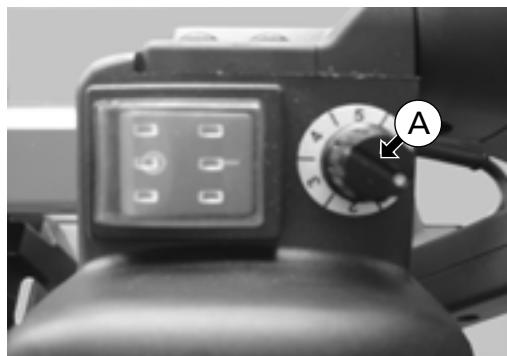

Fig. 13
Pour modifier la vitesse de la lame, faire tourner la commande de fonctionnement (A) à la vitesse nécessaire (entre « 1 » et « 6 », de la vitesse la plus basse à la plus élevée) - (fig. 13, 14).
Éléments des fig. 13 et 14